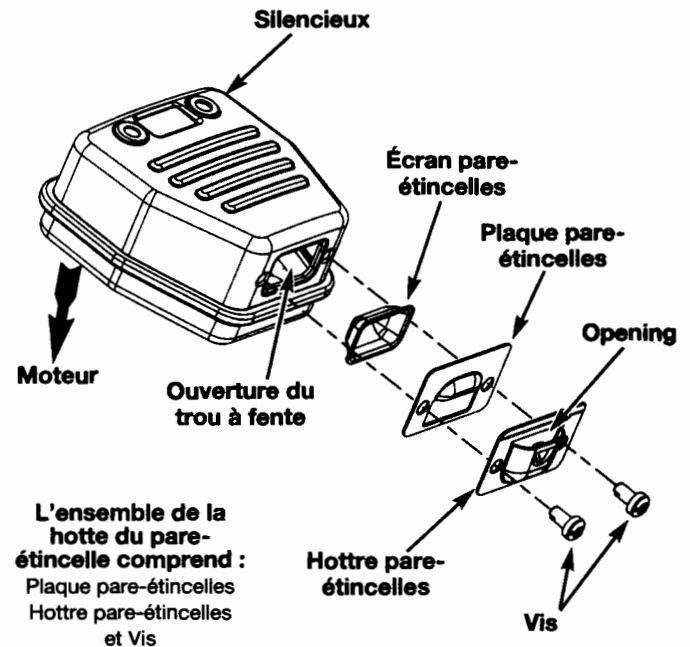

Fig. 41
2. Situez le pot d'échappement sans le retirer. Trouvez les deux (2) vis sur la partie inférieure du pot d'échappement (Fig. 41) Ces deux vis tiennent l'ensemble du déflecteur d'échappement et l'écran pare-étincelles à la partie inférieure du pot d'échappement. Retirez les deux (2) vis en vous servant soit d'un tournevis torx #20 ou d'un tournevis plat.
6. Placez la plaque du pare-étincelle au dessus du pare-étincelles avec le côté « élevé » vers le haut et l'ouverture vers le moteur (Fig. 41).
7. Placez la hotte du pare-étincelle sur la plaque du pare-étincelle avec le côté « élevé » vers le haut et l'ouverture tournée DU CÔTE OPPOSE au moteur (Fig. 41). Assurez-vous que l'échappement soit bien tourné DU CÔTE OPPOSE au moteur.